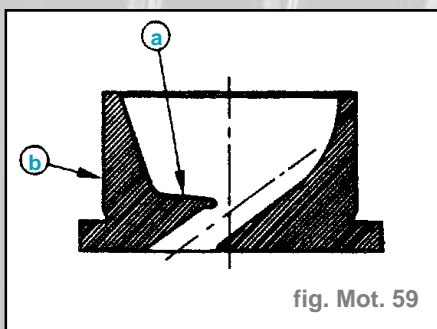

fig. Mot. 59
- Si les préchambres ont été déposées, s'assurer que le conduit de gaz n'a pas été déformé au point (a) par l'outil d'extraction (fig. Mot. 59).